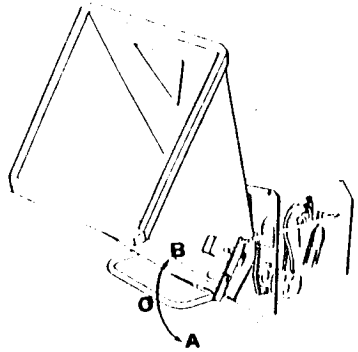

FIG. 7
- 7.1. Azionare il rullo di alimentazione muovendo la leva in posizione A/B (ved. fig. 7).
- agire immediatamente sulla leva rullo alimentazione portandola in posizione "0" (vedi fig. 7).
- portare la leva del rullo alimentazione in posizione "0" (vedi fig. 7)